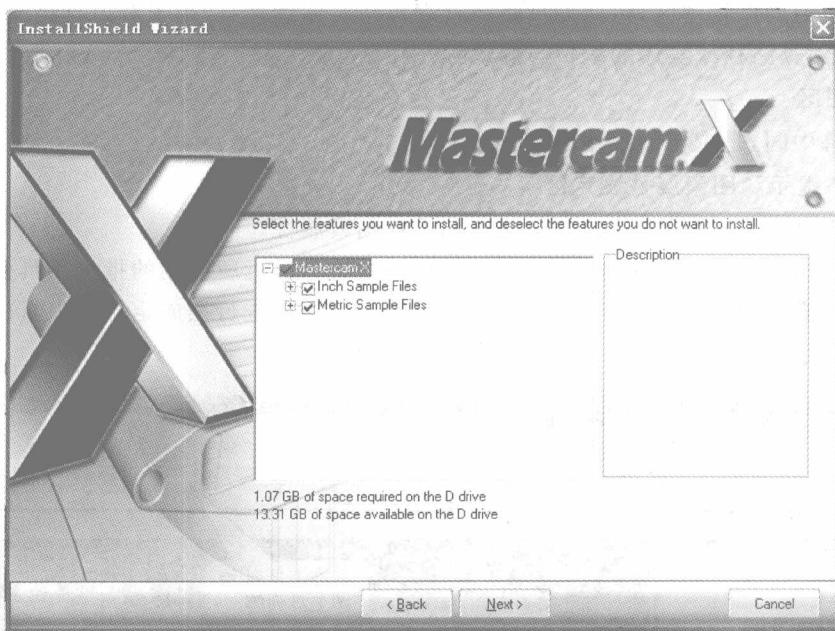

图 1-7 安装范例
⑦ 选择所要安装的 Mastercam X 范例(如图 1-7 所示), 单击 Next 按钮进入下一步安装。